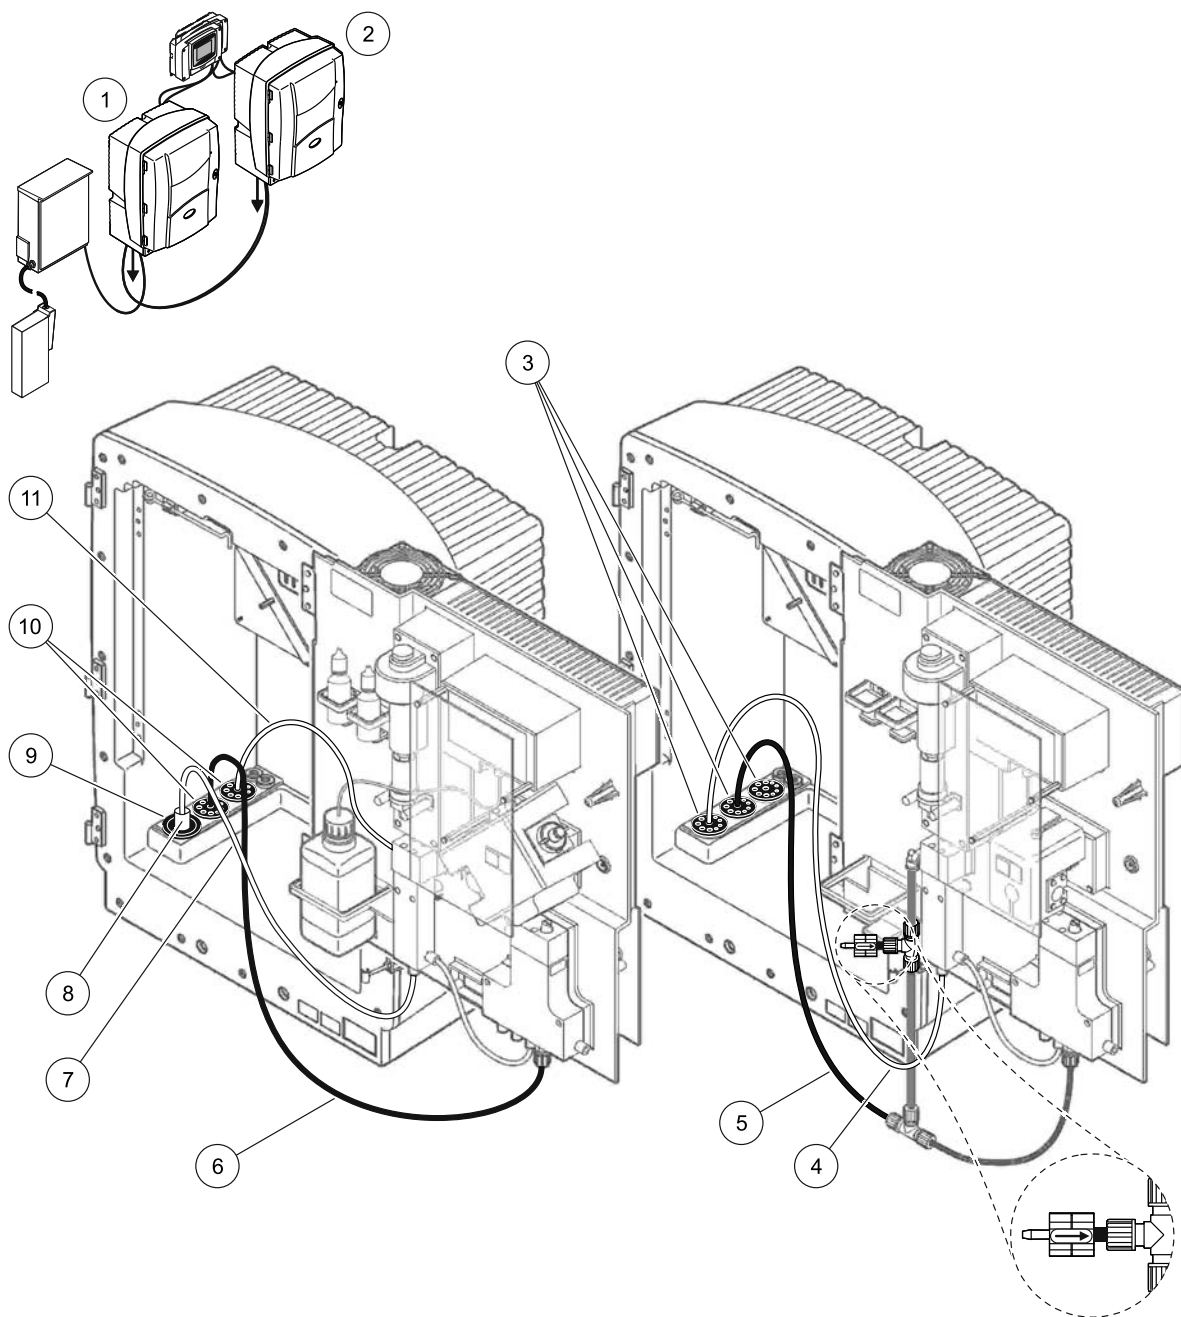

図 36 オプション 8a 設定
99 ページの図 36 およびオプション 8a に関する以下の説明を参照してください：
2. FILTRAX からの加熱ホースを分析装置の開口部まで通します (**99 ページの図 36**、アイテム 3)。シール プラグ #1 を使って固定します。